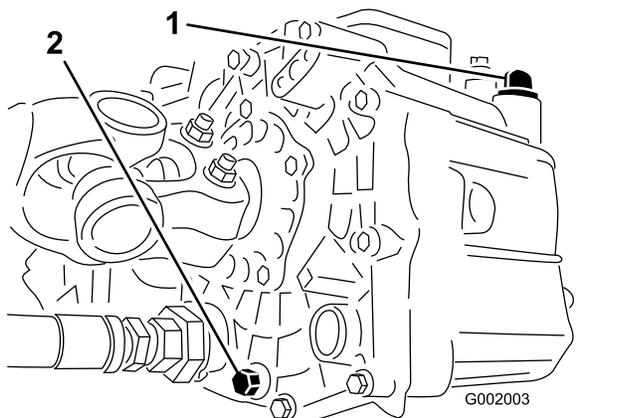

図 53
3. 油圧オイルタンク側面にあるドレンプラグを取り外して流れ出すオイルを大きな容器で受ける 図 53。